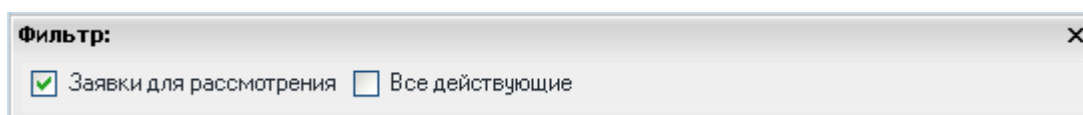

Рисунок 9.26 – Краткий фильтр для режимов «Просмотр заявок», «Рассмотрение заявок», «Создание заявок»
- Выбор заявок для рассмотрения и / или всех действующих заявок – для режимов «Просмотр заявок», «Рассмотрение заявок», «Создание заявок» (Рисунок 9.26).